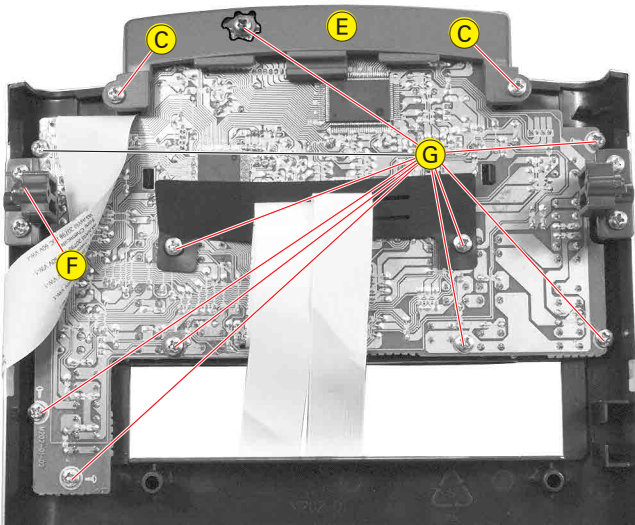
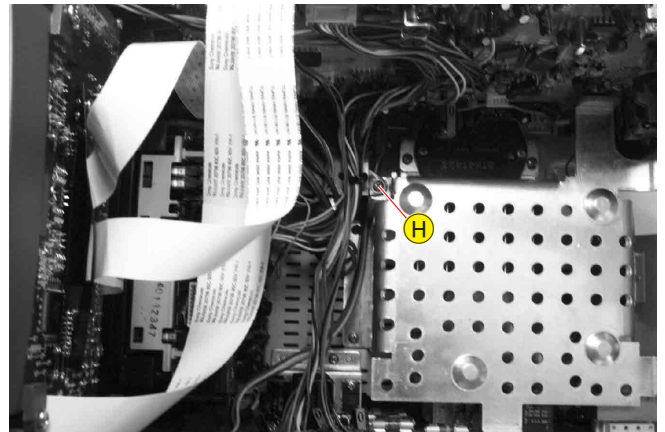

Fig. 18
Fig. 19
**4. Bedienteil (Fig. 18)**
- 2 Schrauben ① herausdrehen.
- Abdeckung ② abnehmen.
- Halter ③ abschrauben.
- 10 Schrauben ④ herausdrehen.
- Schraube ⑤ (Fig. 19) herausdrehen.
**4. Operating PCB (Fig. 18)**
- Undo 2 screws ①.
- Remove cover ②.
- Unscrew holder ③.
- Undo 10 screws ④.
- Undo screws ⑤ (Fig. 19).